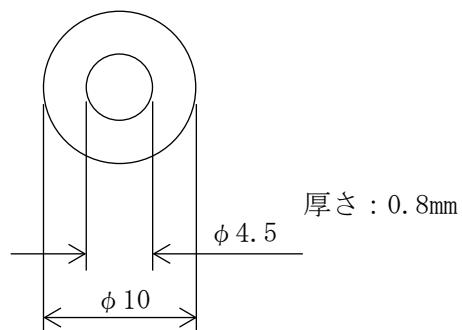

図 3-25 ワッシャー(M4 用)の寸法図
- (1) AC 電源コードストッパーに輪部をセットし、AC 電源コードストッパー取り付け穴にロックが掛かるまで差し込んでください。(図 3-25 参照)